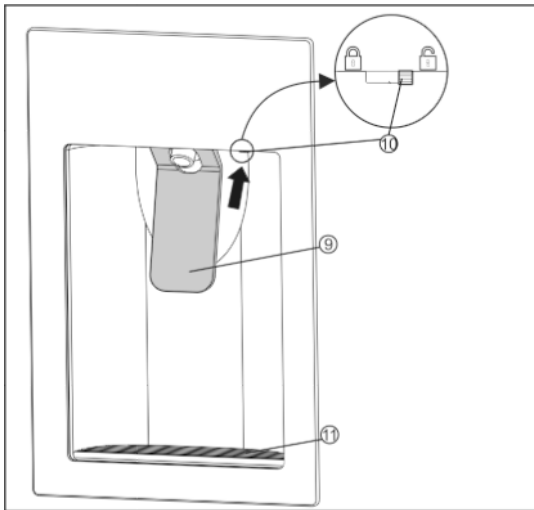

Fig. 23
- ▶ Um kaltes Wasser zu entnehmen, das Paddle Fig. 23 (9) mit einem Gefäß nach hinten drücken.
- ▶ Es ist möglich, dass sich in der Schale unter dem Rost Fig. 23 (11) ein paar Wassertropfen ansammeln. Den Rost hinten leicht drücken und herausnehmen. Die kleine Wassermenge mit einem Tuch aufnehmen.
In der Ausgabeeinheit ist ein Verriegelungsteil Fig. 23 (10) montiert, mit dem das Paddle Fig. 23 (9) gesperrt werden kann. Das Verriegelungsteil Fig. 23 (10) kann nach links oder rechts geschoben werden. Auf diese Weise wird die Kindersicherung gewährleistet.